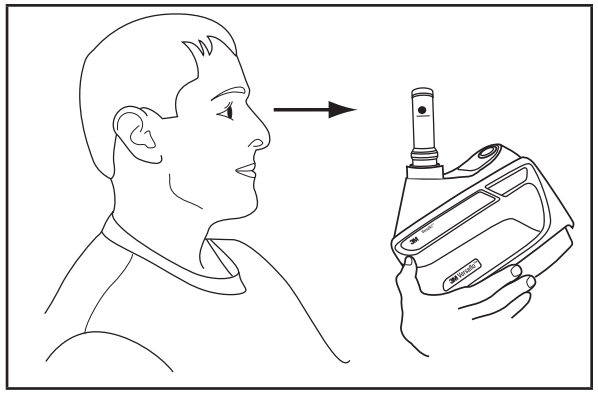

Fig. 14-2 – Revisión de flujo de aire
- Con el indicador de flujo de aire en posición vertical, asegúrese que el fondo de la pelota flotante permanezca en, o arriba, de la marca de flujo mínimo para la “letra” que representa su “Zona” (Fig. 14-2). El indicador de flujo de aire debe estar en posición vertical para obtener una lectura exacta.